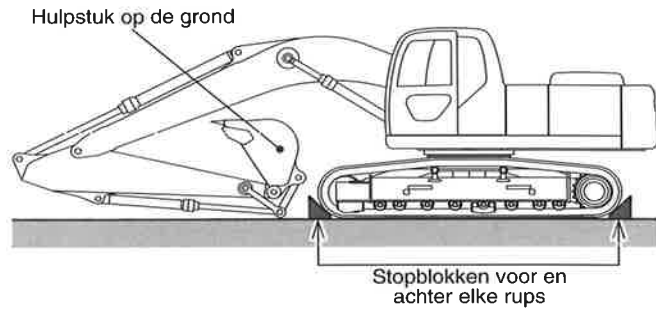

Fig. 8-1
1. Plaats stopblokken voor en achter elke rups om te vermijden dat de machine in beweging komt als de remmen uitgeschakeld worden. Zie fig. 8-1.